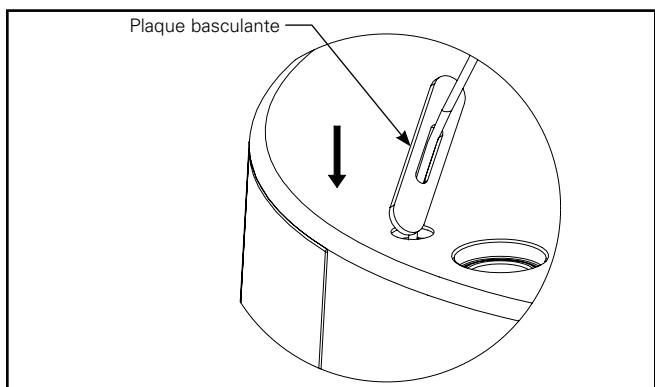

Figure 3.2.
- Maintenez le côté de la longueur de la plaque basculante de façon perpendiculaire à la surface supérieure du concentrateur et insérez-la dans le trou (figure 3.2).